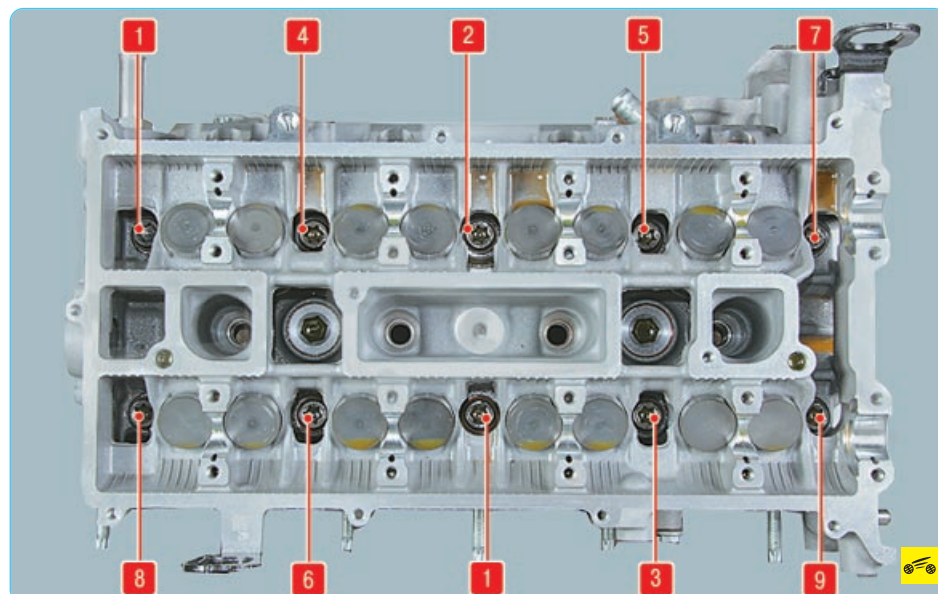

Рис. 5.19. Порядок затяжки болтов крепления головки блока цилиндров двигателя Duratec-HE объемом 2,0 л
- затягивайте болты на холодном двигателе в порядке, показанном на рис. 5.19, в три этапа: